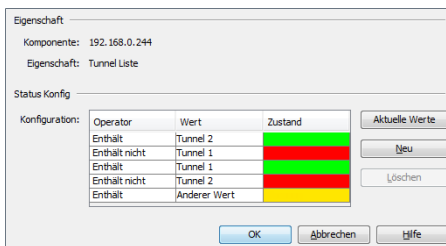

Abb. 32: Statuskonfiguration für HiProvision-Tunnel
- Geben Sie die in (siehe Abbildung 32) angezeigten Werte ein.